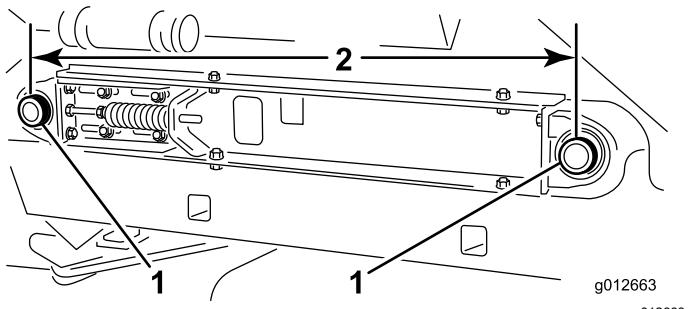

Рисунок 26
- Измерьте расстояния между средними точками осей роликов ленты транспортера с каждой стороны машины, чтобы убедиться, что эти расстояния одинаковы (Рисунок 26).